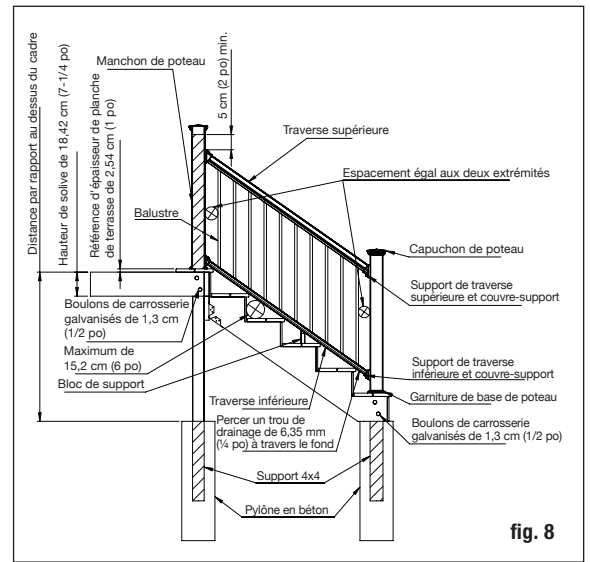
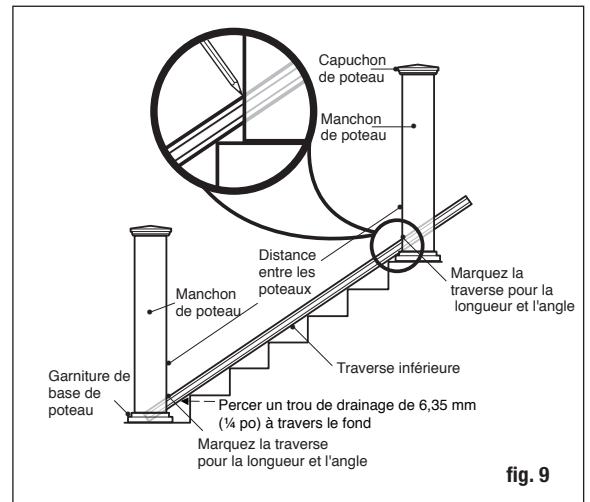
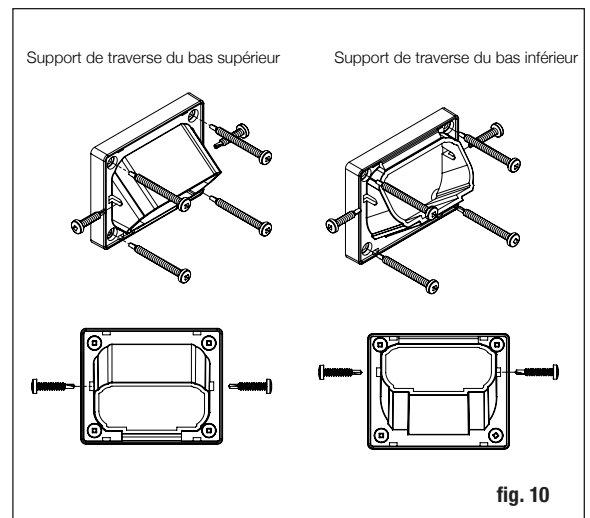

fig. 8
fig. 9
fig. 10
Étape 2 Installez les poteaux d'escalier en bois avant d'installer les girons d'escalier. Les poteaux de garde-corps 4x4 de pin traité sous pression ou de cèdre fournissent la force structurale pour le garde-corps d'escalier. Positionnez, mettez à niveau avec un niveau et serrez 1,5 m (5 pieds). Des poteaux en bois à la face intérieure du limon. Remettez à niveau. Le poteau du garde-corps d'escalier 4 x 4 devrait être boulonné à l'intérieur du limon d'escalier en utilisant deux boulons de carrosserie galvanisés 1/2 po x 6 po, des rondelles et des écrous. Les poteaux de coin utilisent un troisième boulon de carrosserie, des rondelles et des écrous insérés à travers la solive adjacente. Les poteaux au niveau du sol devraient être installés dans le béton comme indiqué (fig. 8). Les ensembles de montage de poteaux structuraux Deckorators (article No. 215036, vendus séparément) peuvent également être utilisés pour fixer le poteau au sommet du béton.
Étape 5 Mesurez la distance entre les manchons de poteaux installés pour déterminer la longueur des traverses du haut et du bas. S'assurer que les trous du balustre sont orientés dans la bonne direction. Placez ensuite la traverse inférieure sur les girons, près des poteaux et ajustez afin que la distance entre le premier trou de balustre et le poteau soit plus élevée qu'au moins 7 cm (2-3/4 po), puis égale aux deux extrémités (fig. 8). Marquez la traverse pour indiquer la longueur et l'angle de coupe souhaités. Coupez la traverse du bas. Transférez les lignes de coupe du rail du bas au rail du haut, puis coupez les deux rails. (fig. 9). **Percer un trou de drainage de 6,35 mm (1/4 po) à travers le fond de la traverse pour éviter que l'eau ne soit coincée. Placer le trou**
Étape 6 Placez les bons couvre-supports et support de traverse aux extrémités de la traverse supérieure. Portez une attention particulière aux supports utilisés, sachant qu'ils ont des angles différents entre les traverses du haut et du bas. Marquez la position sur le bloc de support et joindre à la rampe inférieure. Placez la traverse inférieure entre les poteaux des girons de l'escalier (fig. 9). Vous pourriez devoir placer des cales entre deux nez de marche afin de surélever la traverse du bas. Vérifiez les exigences dans votre région. Généralement, une sphère de 15 cm (6 po) ne peut pas passer par le triangle formé par la traverse du bas, le giron et la contremarche (fig. 8). Centrez le support d'escalier sur le poteau. En utilisant le support d'escalier comme guide, marquez la position des vis sur le manchon de poteau et sur les deux extrémités de la traverse. Percez des trous de guidage de 0,3 cm (1/8 po) dans le manchon de poteau et la traverse. Fixez le support d'escalier au manchon de poteau à l'aide des vis à tête cylindrique carrée n°8-15 x 2po - n°2, puis fixez le support d'escalier au rail à l'aide des vis à tête cylindrique carrée n°8-16 x 3/4 po - n°1 autotaraudeuses (fig. 10).